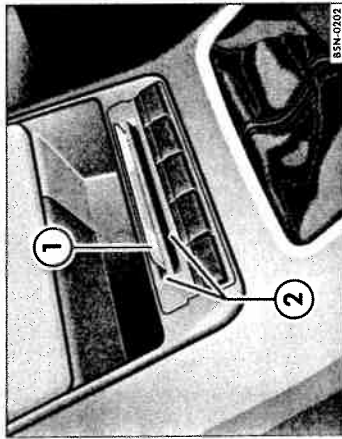

Fig. 84 Suportul pentru cartele din consola centrală.
În consola centrală se află două suporturi pentru cartele ⇒ fig. 84 ② pentru depozitarea de ex. a monedelor, cartelelor de alimentare ①, biletelor de parcare sau a altor lucruri asemănătoare.